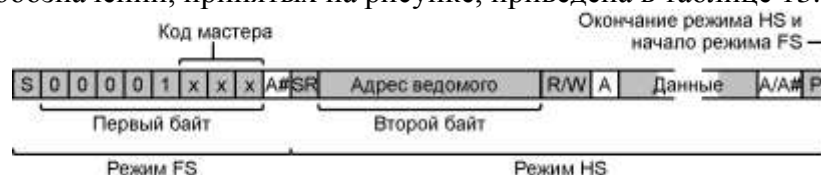

Рисунок 13.15 – Переход в режим HS и обратно в режим FS
После выполнения вышеуказанных шагов устройства, поддерживающих режим HS, переключаются в этот режим. Мастер генерирует состояние повторного старта (SR), а затем передает адрес ведомого и бит направления передачи R/W# (см. рисунок 13.15. Расшифровка обозначений, принятых на рисунке, приведена в таблице 13.1).